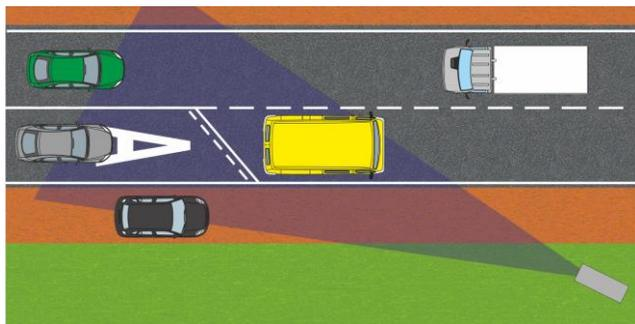

Рис. 5. Пример установки на обочине
- Рядом с проезжей частью дороги под углом до  $20^\circ$  по отношению к осевой линии (Рис. 5). Рекомендуемое расстояние до края ближайшей контролируемой полосы — до 4 метров.